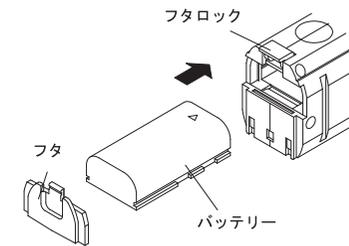

図2. バッテリー差込方法
③使用方法
1. 図2のようにフタロックを外してフタをとり、満充電されたバッテリーをライト本体に差込み、再びフタをしてください。